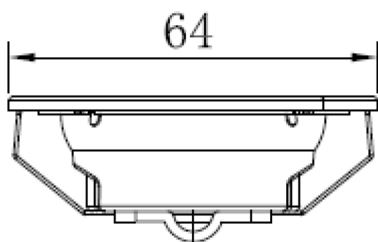

Figure 1
- Utilisez un outil ou la main pour presser l'éclat à ressort des deux côtés de la lampe LED vers l'intérieur, jusqu'à ce que la lampe soit pressée vers l'extérieur, voir la Figure 1. Tirez ensuite légèrement le fil de connexion de la lampe et démontez la borne du fil de raccordement de la lampe. Voir Figure 2.